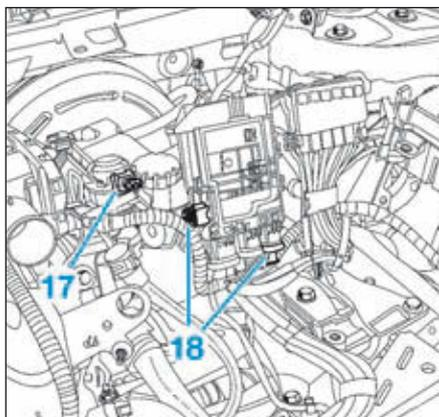

FIG.85
- le connecteur de l'électrovanne (17) (Fig.85),
- les connecteurs du boîtier de connexion batterie (18).